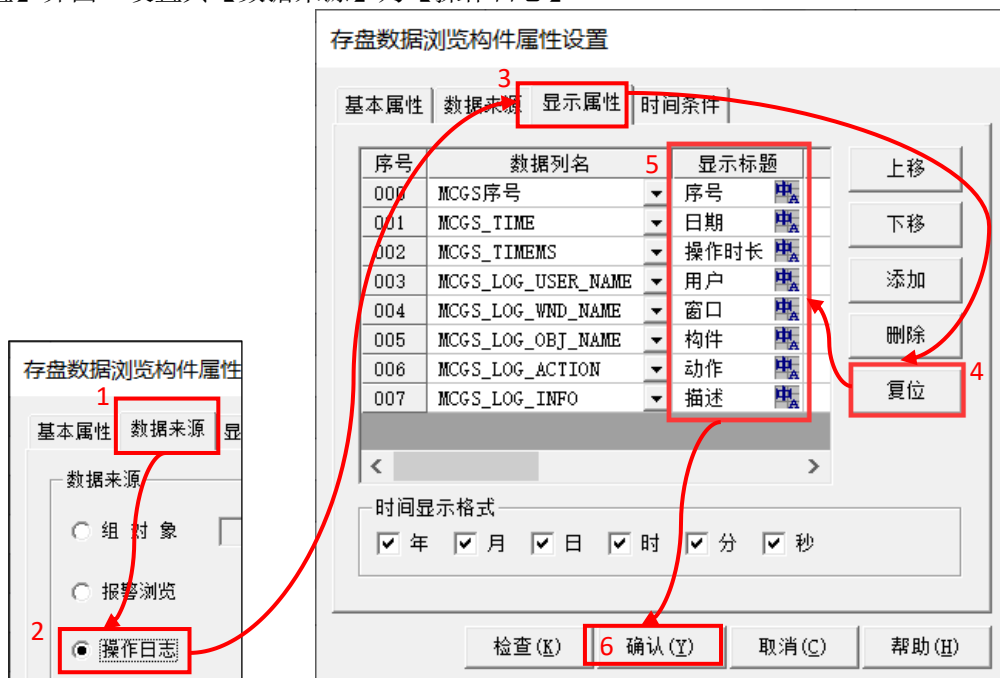

图 13.1-20 存盘浏览构件设置流程
- ⑥ 进入【显示属性】功能页，点击【复位】按钮，然后修改【显示标题】列如图 13.1-20 所示。确认关闭界面。
- ⑦ 用鼠标选中【存盘数据浏览】构件，可以从窗口下方看到它的名称是【控件 4】。
- ⑧ 在窗口空白处双击鼠标，弹出【用户窗口属性设置】界面，设置循环脚本为：**窗口0.控件4.Refresh()**，循环时间为 1000ms。它的作用是每隔一秒将【存盘数据浏览】构件刷新一次。